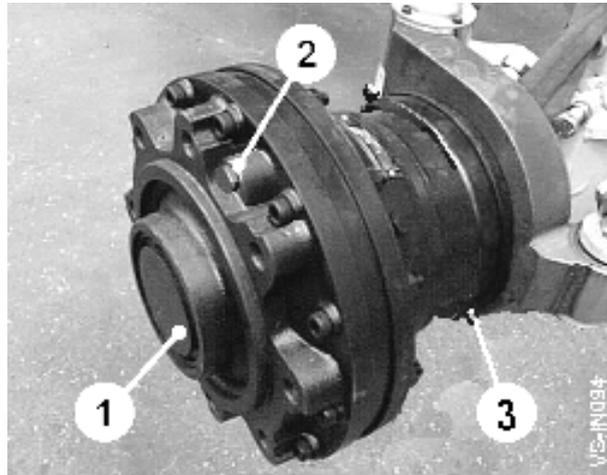

Fig 23
Ponga el motor de volante (item 1, fig 23) en una posición en la que el enchufe de artículo de relleno (item 2, fig 23) está en la cima. Retire el enchufe y vierta aceite hidráulico hasta que aire all entrampado ha sido eliminado. Repare la clavija y repita para el segundo motor. Opere los motores descargados. Definitivamente, opere los motores bajo la carga y busque fugas y ruido superfluo.
Del cuello de grasa a suciedad de limpieza retire uno de los pezones de grasa (item 3, fig 23) completamente y bombee grasa en the other pezón hasta que grasa limpia sale del agujero abierto. Definitivamente, reequipe el pezón para cerrar el sistema.